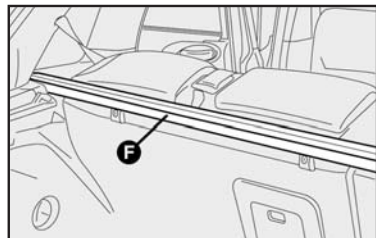

fig. 108
3) Para versões com banco traseiro deslizante retirar o suporte da persiana de cobertura das bagagens **F-fig. 108** exercendo uma pressão de baixo para cima primeiro de um lado e depois do outro até o destravamento.